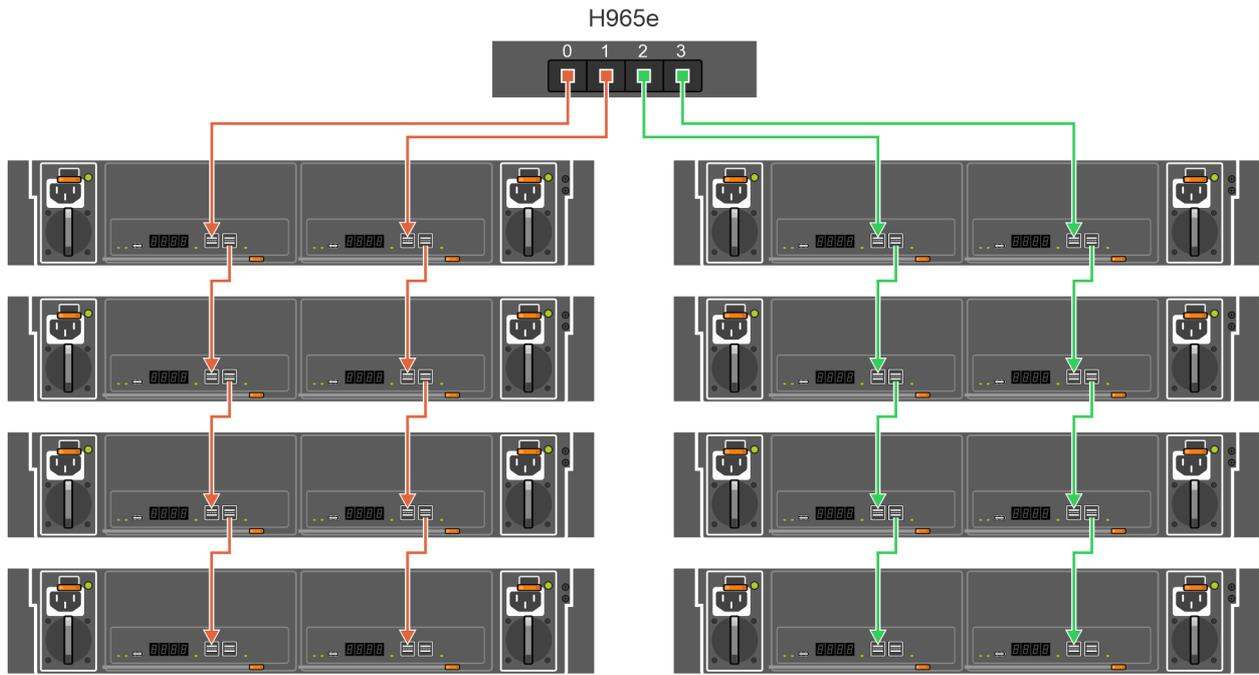
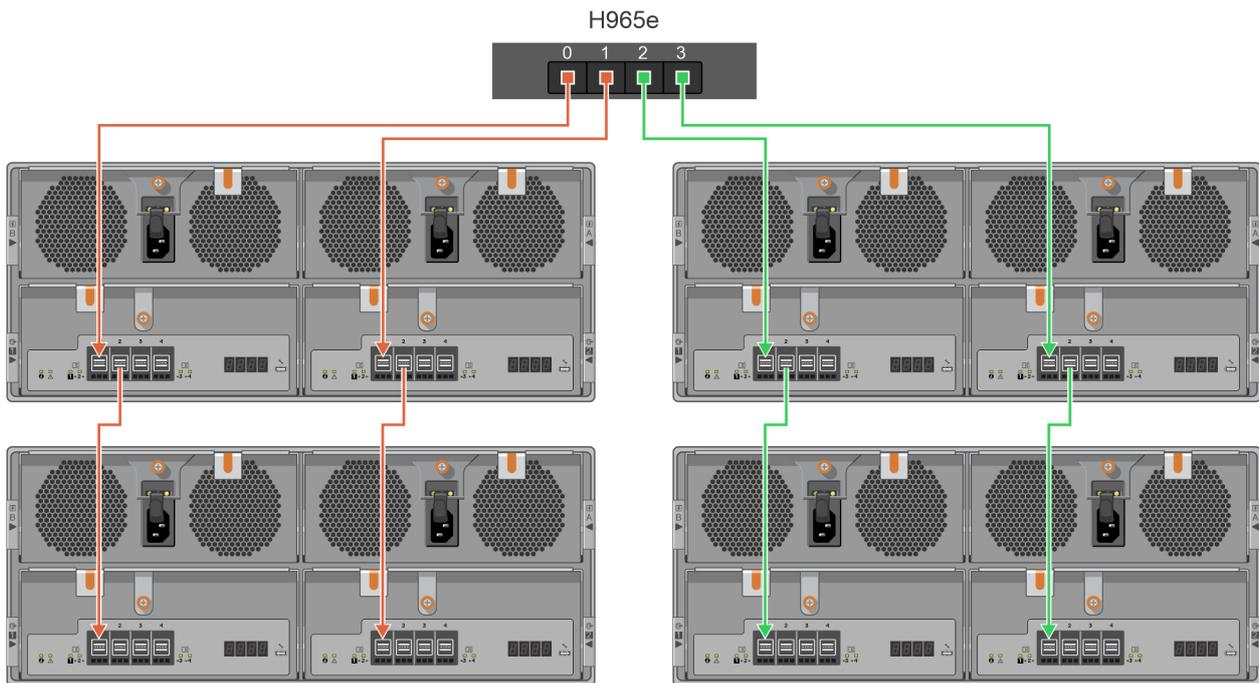

図 6. PERC H965e アダプター カード ポート : MD2412 シリーズ、および MD2424 シリーズ エンクロージャの場合、マルチパス構成を備えた 8 台のエンクロージャ
図 7. PERC H965e アダプター カード ポート : MD2460 シリーズ エンクロージャの場合、マルチパス構成を備えた 4 台のエンクロージャ
- 複数のエンクロージャを接続するには、前述の箇条書きに言及されているとおり、コントローラーの一連のポートから最初のエンクロージャに 2 本のケーブルを接続します。最初のエンクロージャから 2 番目のエンクロージャにケーブルを接続します。次に、最大 4 台のエンクロージャまで、または最大 8 台のエンクロージャ（スタックあたり 4 台のエンクロージャ）まで、チェーンの最後のエンクロージャから、追加する次のエンクロージャに 2 本のケーブルの接続を継続します。図 6 および図 7 を参照してください。